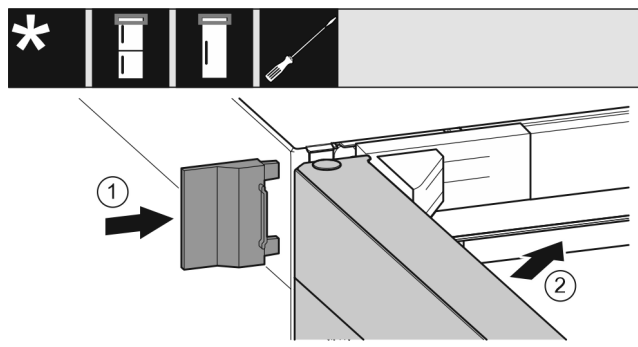

Fig. 23
- ▶ Skyv på det ytre dekselet Fig. 23 (1).
- ▶ Lukk den øvre døren Fig. 23 (2).